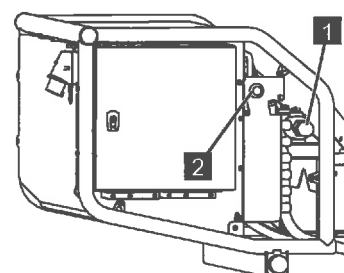

Abb. 177
3. Das Ventil (Abb.177/1) eindrücken und im Uhrzeigersinn verriegeln.
4. Den Taster [Notbedienung] (Abb.177/2) drücken und halten.